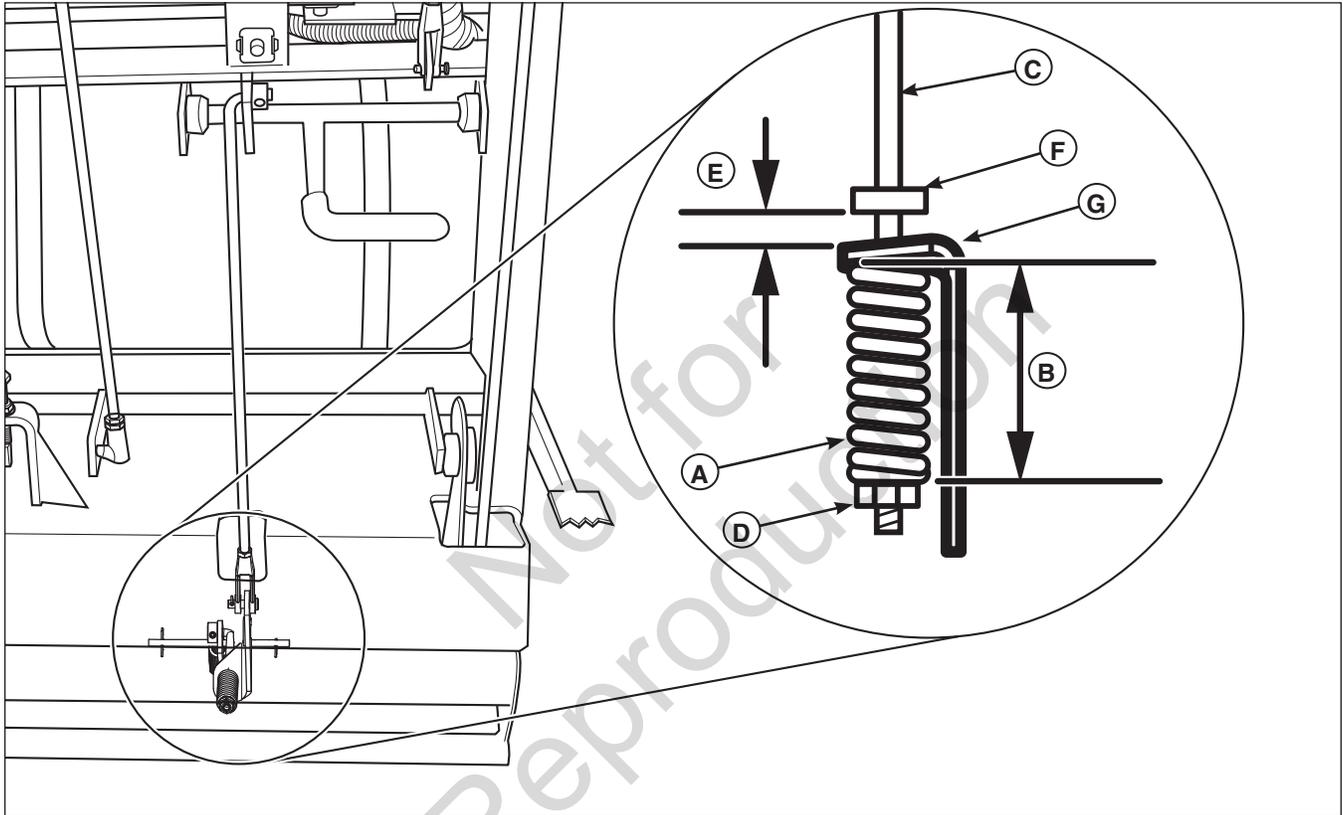

Figura 27. Ajuste del freno de estacionamiento
2. Ubique el resorte de freno (**A, Figura 27**) debajo de la parte trasera de la máquina.